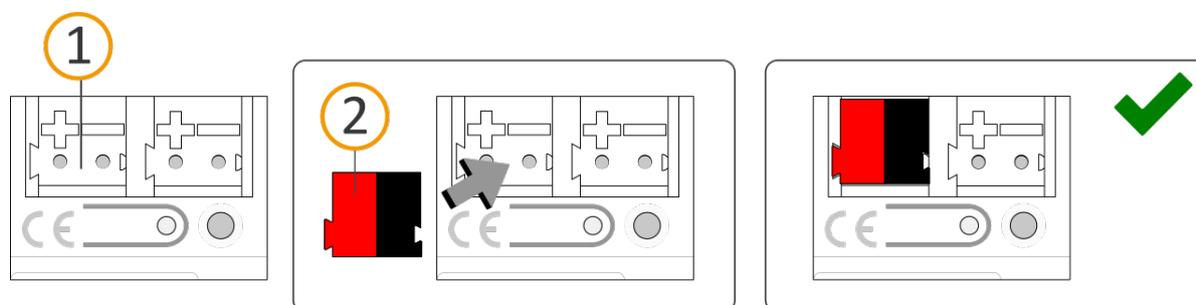

Abbildung 17: Busleitung anschließen
2. Verbinden Sie die KNX/TP-Busleitung (nachfolgend Busleitung genannt) mit dem KNX Anschluss des Geräts (siehe Abbildung 17, Pos. 1) mittels beigefügter Busanschlussklemme (siehe Abbildung 17, Pos. 2). Polung: links/rot: „+“, rechts/schwarz: „-“.
- a. Stecken Sie die Busanschlussklemme (siehe Abbildung 17, Pos. 2) auf.